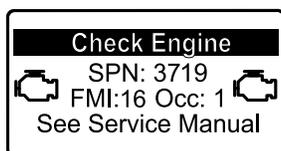

Рисунок 46
- Если требуется регенерация с парковкой, инфо-центр отображает предупреждение по двигателю SPN 3719, FMI 16 (Рисунок 46) и компьютер двигателя снижает его мощность до 85%.